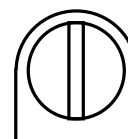

Fig. 6
*La moulure de l'accouplement du robinet doit être exactement parallèle aux arrêtes latérales du Titrino, voir Fig. 6.*